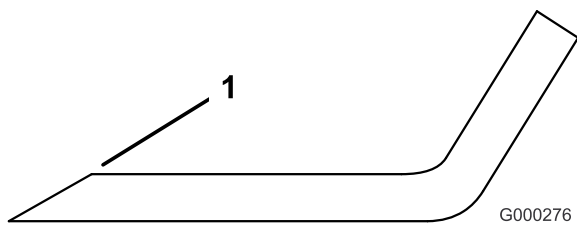

Figure 77
- Au moyen d'une lime, aiguiser les tranchants à chaque bout de la lame (Figure 77). Veillez à conserver l'angle de coupe d'origine. Limez la même quantité de métal sur chacun des deux tranchants pour ne pas déséquilibrer la lame.